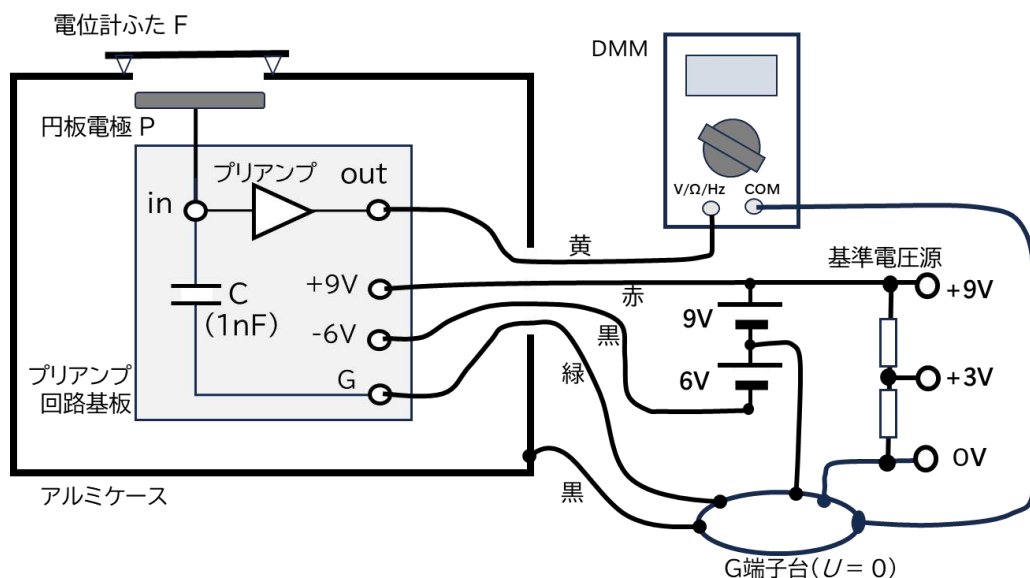

図 2-3. 実験装置の組立図
プリアンプ、基準電圧源、DMM、電池、グランド端子台を以下の手順に従って、図 2-3 のようにつなぎなさい。
- ① プリアンプ回路、1 nF のコンデンサー C、円板電極 P はアルミケースの中に予め組み立てられている。アルミケースの丸穴から見える丸い銅板が円板電極 P である。図 2-3 のように、ケースからは出力(out)リード線（黄）、正電源リード線（赤）、負電源リード線（黒）、グランド線（緑）が出ている。なお、青のリード線は予備用出力端子であり、今回は使わない。また、アルミケースにもグランド線（黒）が取り付けられている。
- ② プリアンプのグランド線（緑）、アルミケースのグランド線（黒）、DMM の COM ジャックへ接続したテストリード（黒）、基準電圧源の 0V 端子、電源のグランド線（9V 角形乾電池の-端子と電池ボックスの+端子につながっている線）をそれぞれのミノムシクリップによって（グランド）G 端子台（銅線の輪）につなぎなさい。これによってこれらの電位は等しくなり、上記のように、これを電位の基準（ $U = 0\text{ V}$ ）とする。
- ③ DMM の V/ Ω /Hz ジャックへ接続したテストリード（赤）のミノムシクリップをプリアンプの出力(out)リード線（黄）につなぎなさい。
- ④ プリアンプの電源のスナップに 9V 角形乾電池を取り付けなさい。また、電池ボックスに 1.5V 単三乾電池 4 個を入れなさい。
- ⑤ DMM のロータリースイッチを回し、「DC 直流 V」にしないさい。これによって直流電圧測定モードに設定され、表示器の値は黒い側（COM ジャック）に対する赤い側（V/ Ω /Hz ジャック）の端子の電位（両者間の電圧）を意味する。
実験装置が正しく組み立てられていることを確認するために、以下の測定を行いなさい。もし書かれていることと違う結果が得られた場合には、装置が図 2-3 のように組み立てられているかをもう一度確認してから、やり直しなさい。確認しても直らない場合は、監督者を呼び、状況を説明し、その指示に従いなさい。